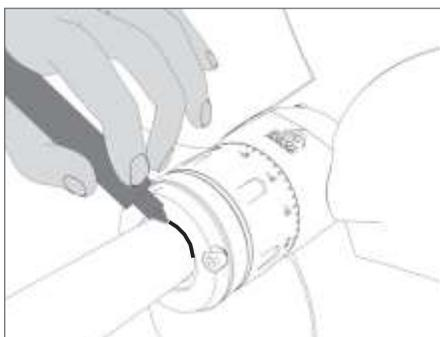

FIG. 9 Marque con rotulador este punto en el eje
- Con un rotulador, marque el punto máximo de ajuste en el eje (**Fig. 9**).